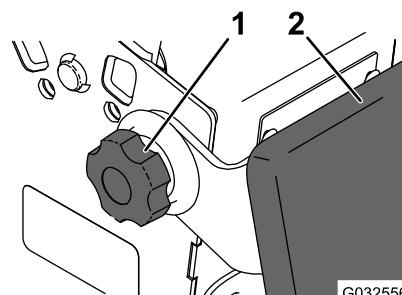

Bild 32
- Lösen Sie die Knebelschalter an jeder Seite der Maschine (Bild 32).